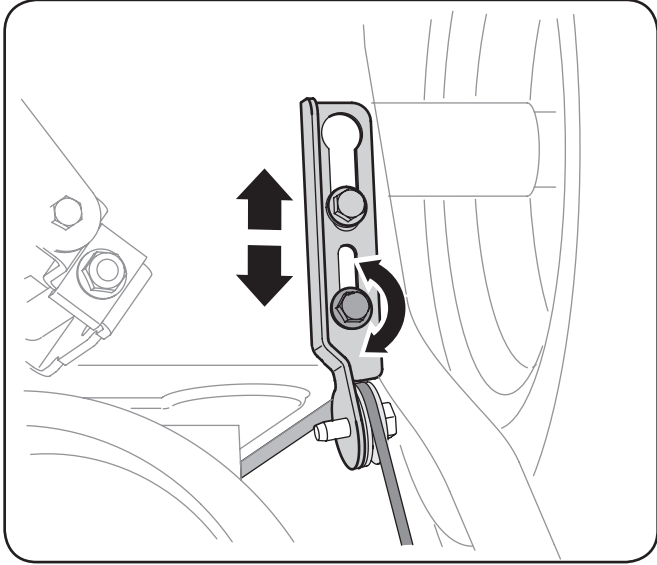

Figure 3-16
8. Redressez le support vers le haut pour obtenir plus de jeu (ou vers le bas pour augmenter la tension). Voir Figure 3-16.